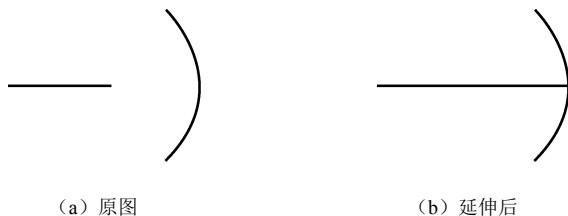

图 3-77 “普通方式”延伸对象
(1) “普通方式”延伸对象。当边界与被延伸对象实际相交时,可以采用“普通方式”延伸对象。如图3-77所示,以圆弧为边界,采用普通方式延伸水平直线。